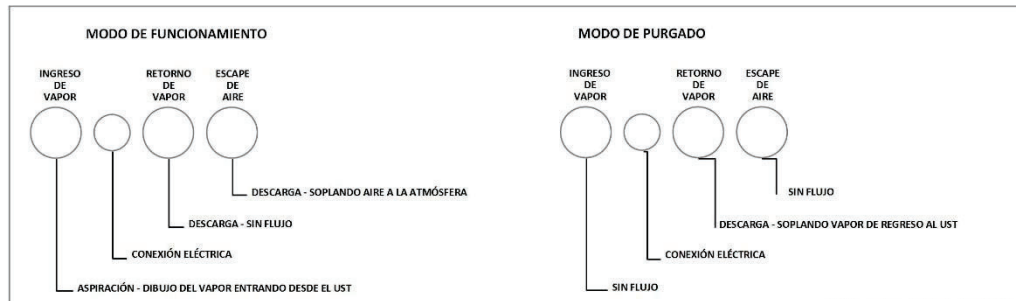

Figura 7-7: Diagrama de operación de la GREEN MACHINE
7. Durante el modo de funcionamiento de 60 segundos: **Vea la figura 7-7.**
9. Durante el ciclo de purga de 60 segundos: **Vea la figura 7-7.**